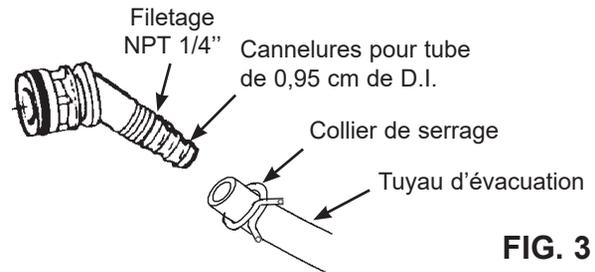

FIG. 3
- Installez toujours l'adoucisseur d'eau entre l'arrivée d'eau et le chauffe-eau. Tout autre équipement de traitement de l'eau devrait être installé entre l'arrivée d'eau et l'adoucisseur d'eau (voir la figure 3 ci-après).